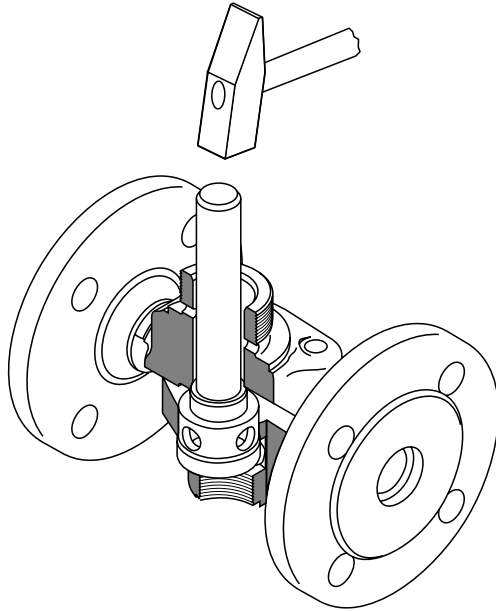

Fig. 7
13. Ventilsitz **H** mit Schlagdorn (Stahl) aus dem Ventilgehäuse **I** ausschlagen. **Fig. 7**